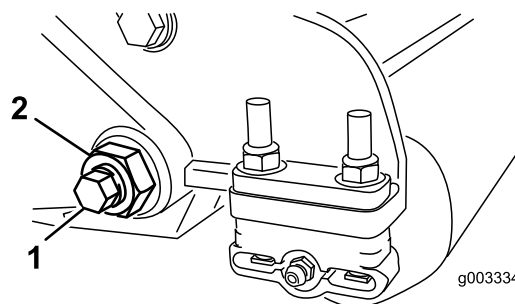
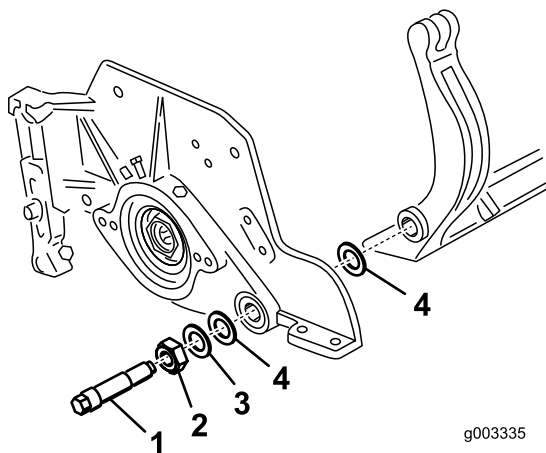

図 37
図 38
3. ベッドバーボルト図 37を固定しているロックナット機体両側をゆるめる。
4. 各ベッドバーボルトを抜いてベッドバーを下に引き抜いて外す図 37。ベッドバーの両端にそれぞれナイロンワッシャ2枚とスチールワッシャが1枚ずつあるので注意する図 38。
注 サイドプレートのボスの両側にナイロンワッシャを入れる。その外側からスチール製ワッシャを取り付ける 図 38。